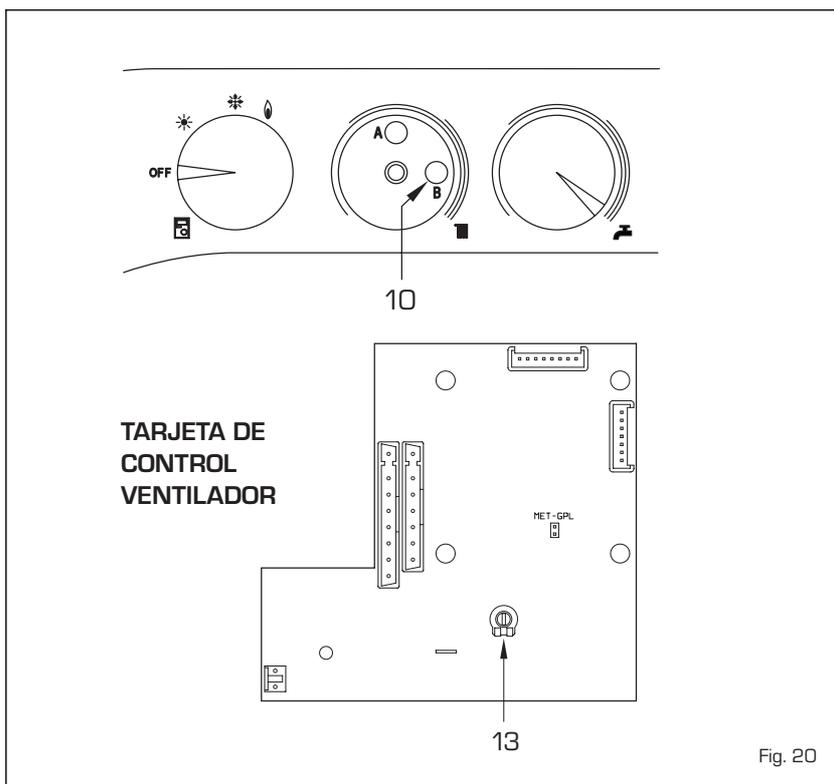

Fig. 20
- Extraer el botón del potenciómetro calefacción y girar el trimmer de regulación “B” (10 fig. 20) primero todo hacia la izquierda y después todo hacia la derecha para obtener el valor de presión gas indicado en **Tabla 6**.
- Utilizar el trimmer “Relación aire/gas” (13 fig. 20) para obtener el valor de  $\Delta P$  aire indicado en la **Tabla 6**.